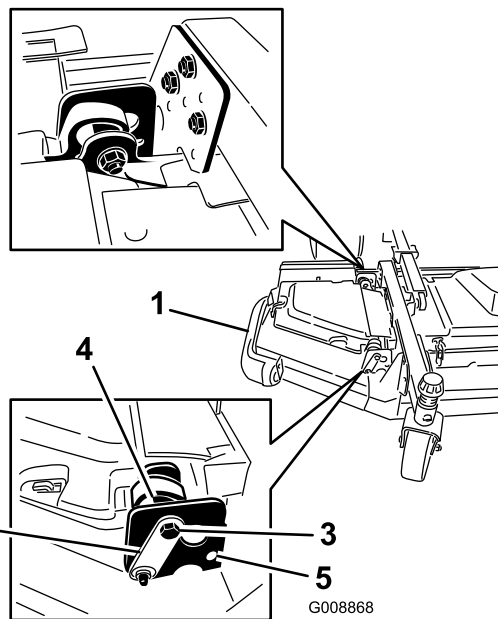

Figure 7
2. Desserrez les boulons et écrous qui fixent les 2 entretoises excentriques aux ailettes (Figure 7).
3. Tournez l'excentrique arrière (le plus proche du groupe de déplacement) jusqu'à ce que la pointe extérieure de la lame soit plus haute d'environ 3 mm (1/8 po) que la hauteur de coupe voulue (Figure 7).